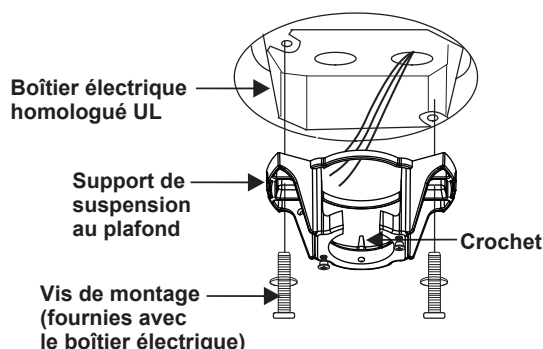

Figure 6
3. Fixez le support de suspension à la boîte de sortie de plafond à l'aide des vis et des rondelles fournies avec votre boîte de sortie. (Fig. 6)